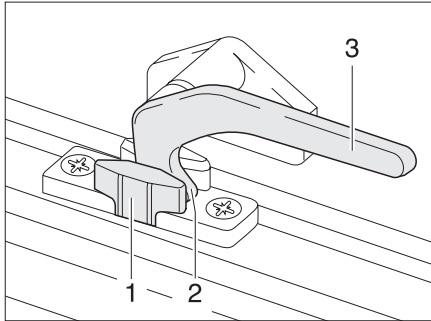
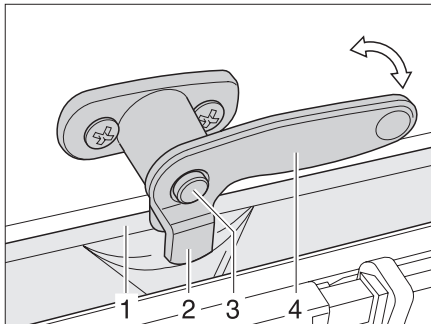

Bild 21 Låsarm i läget "Kontinuerlig vädning"
Bild 22 Låsarm med låsknapp i läget "Kontinuerlig vädning"
- I läget "Kontinuerlig vädning" (Bild 21)
- ▶ Tryck på låsknappen (Bild 22,3) om sådan finns och håll den nedtryckt.
- ▶ Sväng låsarmen (Bild 21,3) resp. Bild 22,4) ett kvarts varv mot fönstrets mitt.
- ▶ Vrid tillbaka låsarmen. Därvid måste låsspaken (Bild 21,2 resp. Bild 22,2) föras in i spåret på fönsterlåset (Bild 21,1 resp. Bild 22,1).